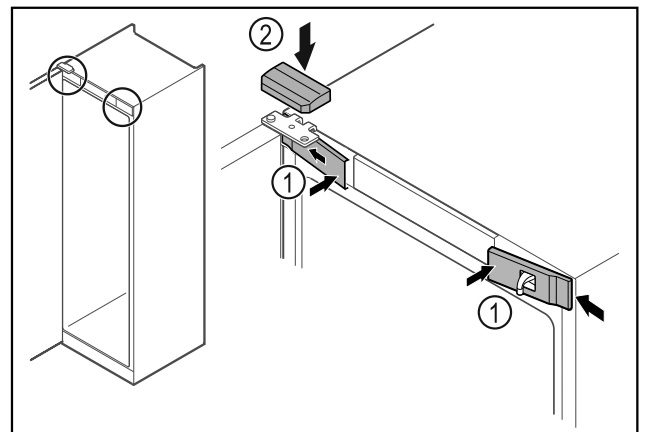

Fig. 46
- ▶ Kiinnitä etusuojukset Fig. 46 (1) sivulta ja lukitse paikalleen.
- ▶ Paina ylempi suojus Fig. 46 (2) yläkautta paikalleen.